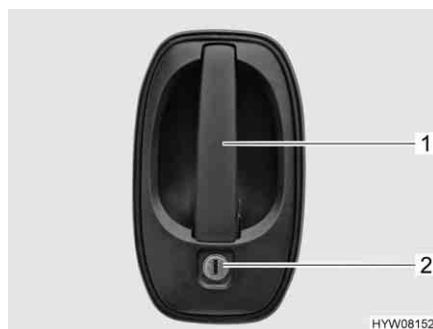

Fig. 57 Serratura della porta conducente/porta di ingresso, lato esterno
- Inserire la chiave nel cilindro della serratura (Fig. 57,2) e ruotare fino a quando la serratura della porta si sblocca.
- Tirare la maniglia della porta (Fig. 57,1). La porta è aperta.
- Inserire la chiave nel cilindro della serratura (Fig. 57,2) e ruotare fino a quando la serratura della porta si blocca.